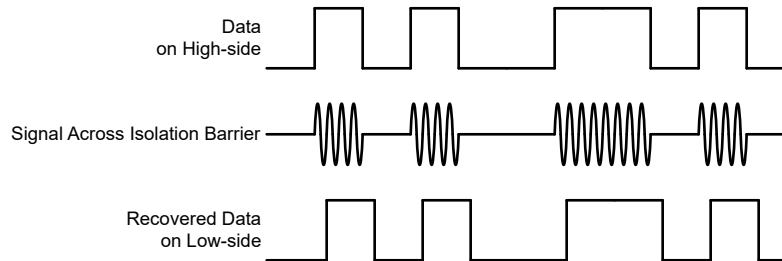

図 6-4. OOK ベースの変調方式
AMC23C14 は、SiO₂ ベースの絶縁バリア越しにコンパレータの出力状態を送信するため、図 6-4 に示すオン / オフ キーイング (OOK) 変調方式を採用しています。「機能ブロック図」に示す送信ドライバ (TX) は、デジタル 1 を表すために内部で生成された高周波キャリアを絶縁バリア越しに送信します。デジタル 0 を表す信号は送りません。